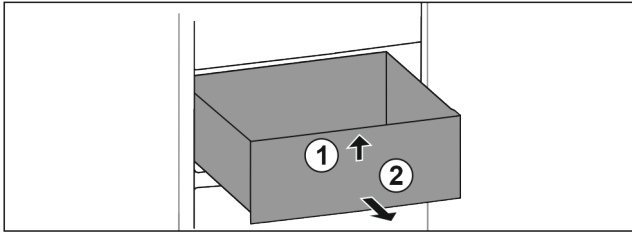

Fig. 84
- ▶ Levante el cajón por delante. *Fig. 84 (1)*
- ▶ Extraiga el cajón hacia delante. *Fig. 84 (2)*